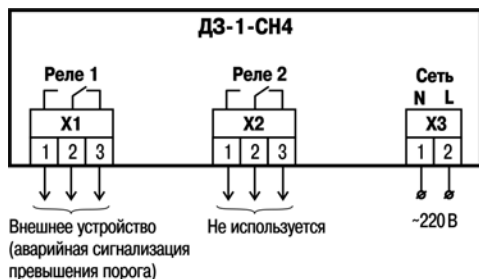

Рисунок 5.2 – Функциональное назначение клемм прибора
- выполнить подключение проводов согласно функциональному назначению клемм (см. рисунок 5.2), учитывая, что в приборе применены съёмные клеммники для удобства монтажа. Типовая схема подключения газового отсечного клапана к прибору приведена на рисунке 5.3.